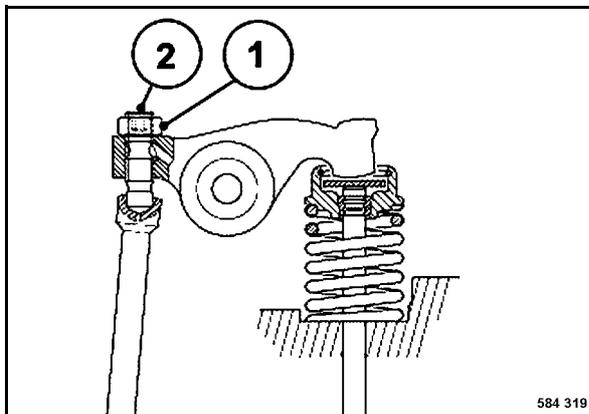

Fig. 197
- Allentare il controdado 1 (Fig. 197).
- Bloccare il disco angolo di rotazione e stringere il controdado 1 (Fig. 197).